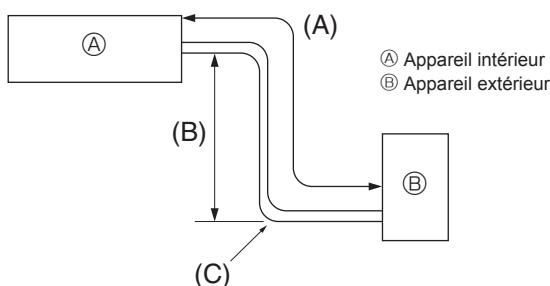

Fig. 4-1
4.1. Tuyaux de réfrigérant (Fig. 4-1)